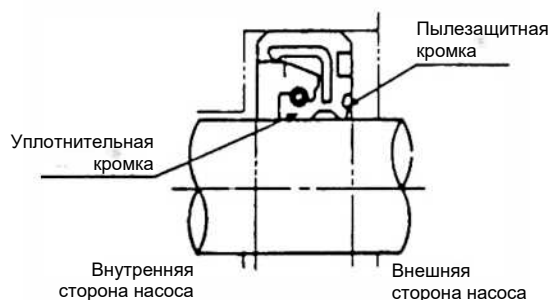
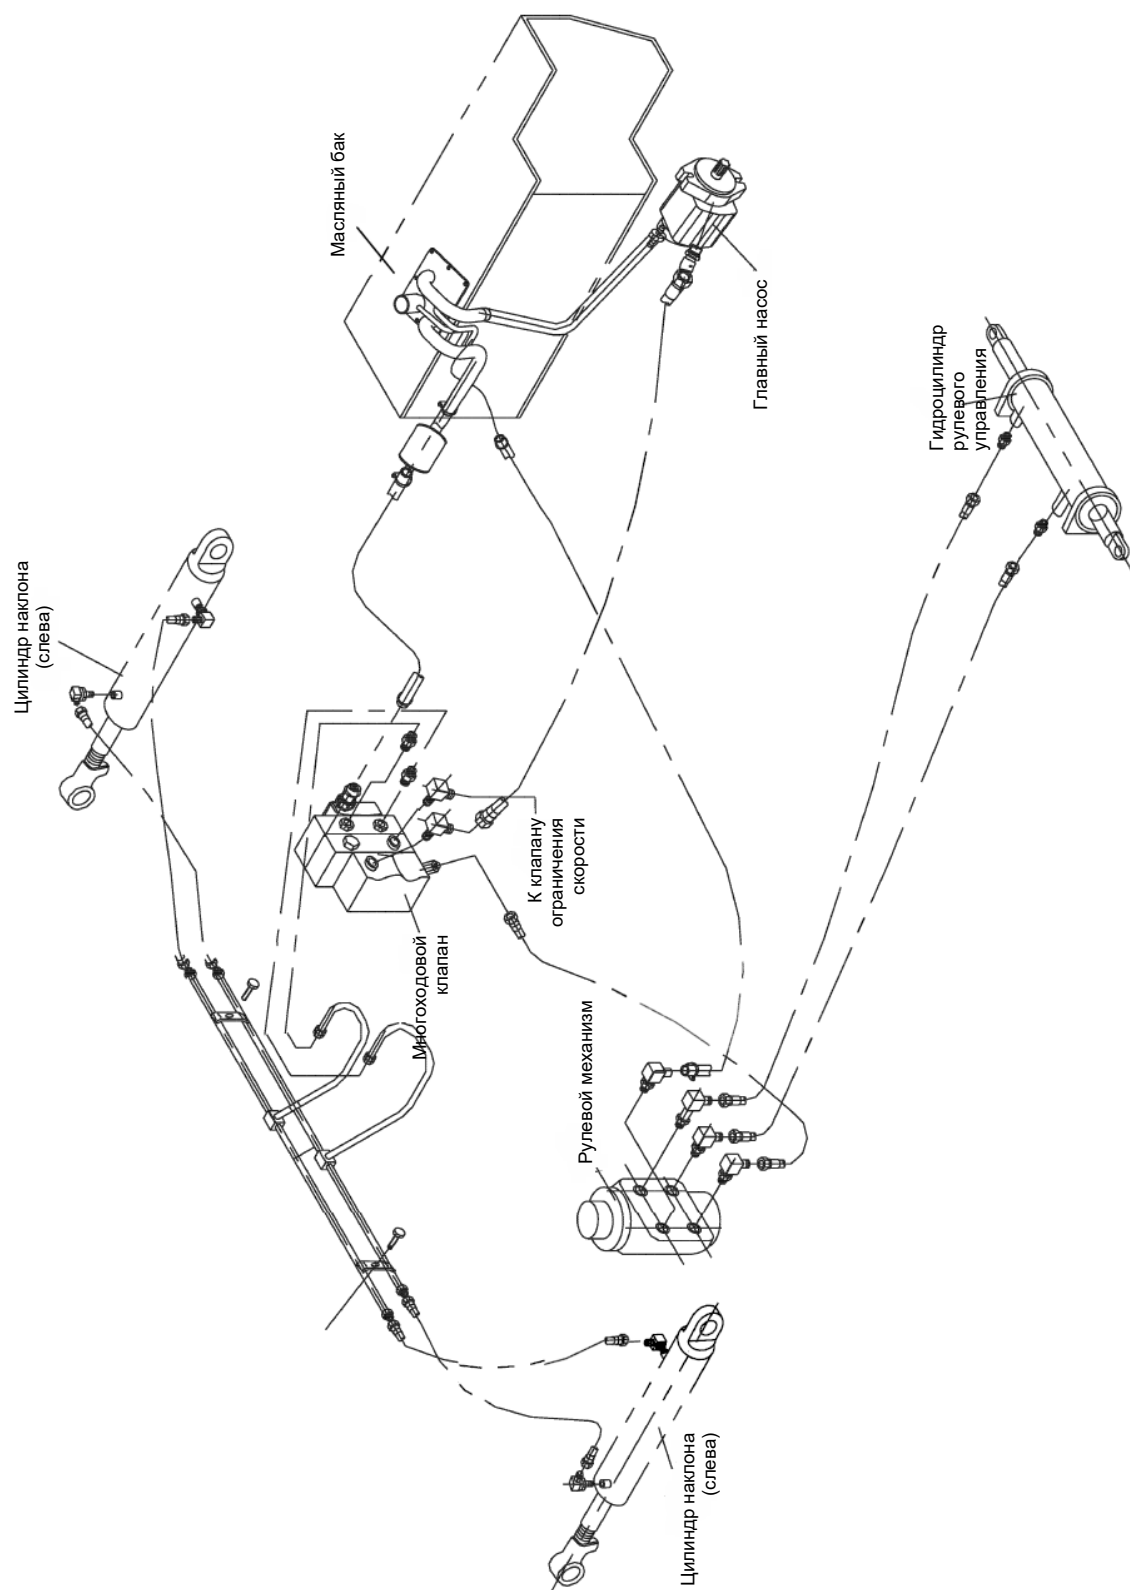

Рис. 9-16
Рис. 9-18. Принципиальная схема гидравлического трубопровода
9.8.1 Разборка (см. рис. 9-18 и 9-19 импортного главного масляного насоса)
Для проверки лучше всего расположить их в порядке, показанном на рис. 9-18 и 9-19.
а) Сальник 14: (см. рис. 9-18 и 9-19) Сальник 14 представляет собой комбинированное уплотнение. Кромка на внутренней стороне вала насоса служит уплотнением, а наружная кромка в основном выполняет пылезащитную роль (рис. 9-16). В первую очередь следует проверить сальник на наличие на нем трещин, износа или деформации, а также проверить
На рис. 9-18 справочно приведена схематическая диаграмма гидравлического трубопровода.